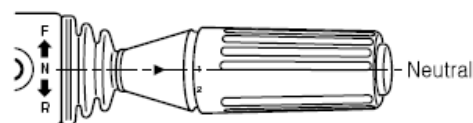

Figura 2
3. Ponga todas las palancas de mando en "PUNTO MUERTO". (Figura 2).
5. Haga girar la llave de encendido a la posición "I" (ON) (Figura 2). Compruebe todos los testigos indicadores. Tras 2 segundos se escuchará el sonido que emite la alarma de advertencia. Tras 2 segundos, se apagarán todos los testigos a excepción de los siguientes."